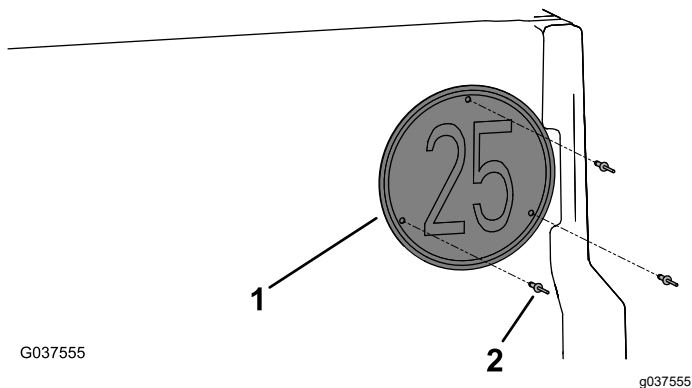

Figure 18
4. Fixez le panneau de vitesse au hayon à l'aide de 3 rivets aveugles (3/16" x 15/6"), comme montré à la Figure 18.